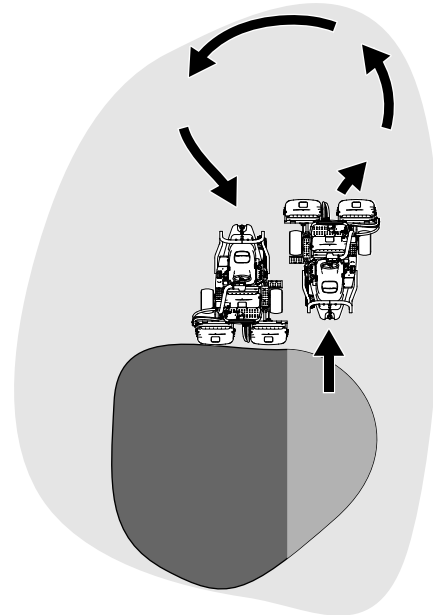

Bild 23
6. Verkürzen Sie die Betriebszeit und vereinfachen Sie das Ausrichten für den nächsten Durchgang, indem Sie die Maschine vorübergehend in die entgegengesetzte Richtung und dann in die Richtung des ungemähten Teils drehen, was zu einem tropfenförmigen Schnittbild führt (Bild 23).